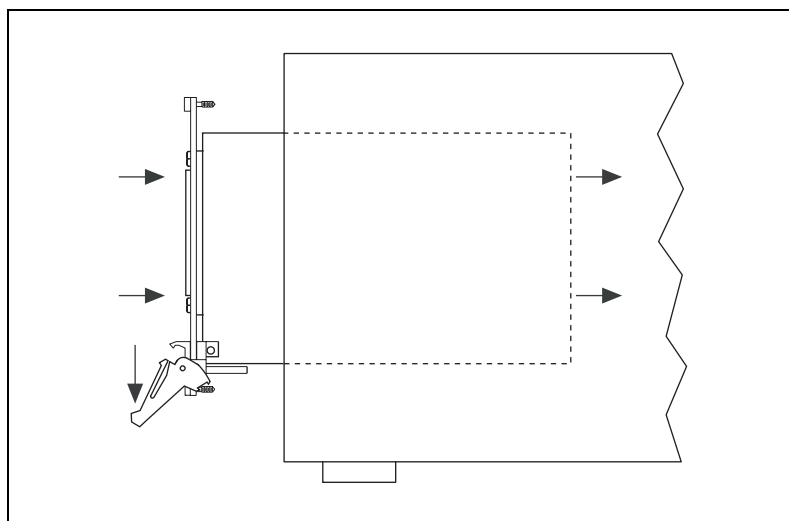
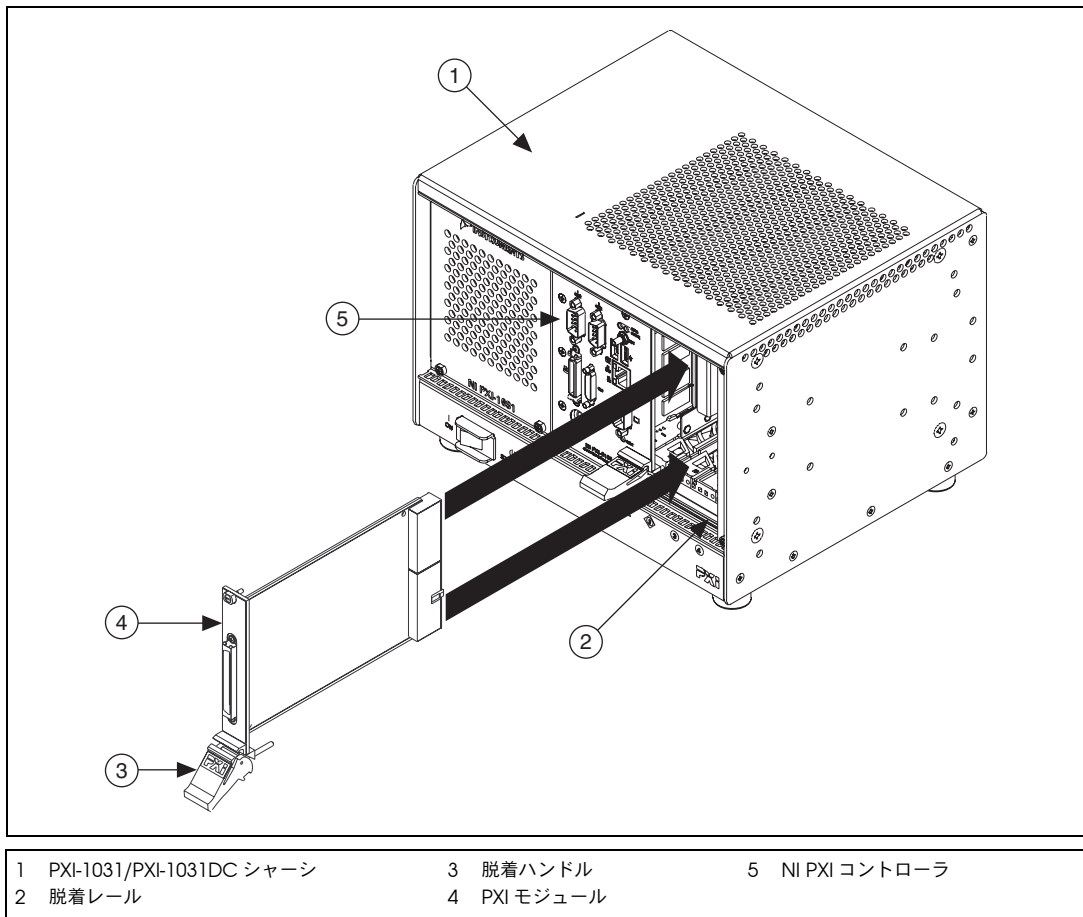

図 2-3 コントローラまたは周辺機器モジュール挿入時の脱着ハンドルの位置
図 2-5 PXI または CompactPCI モジュールを取り付ける
2. コントローラ先端をコントローラガイド（上部および下部）の前面に置いて、コントローラをシステムコントローラスロット（赤色のカードガイドで示したスロット 1）に取り付けます。コントローラをシャーシの背面に差し込みます（図 2-3 にあるように、脱着ハンドルが押し下げられていることを確認します）。
2. 図 2-5 にあるように、モジュールカードの先端をモジュールガイド (上部および下部) の前面に置いて、モジュールをシャーシのスロットに取り付けます。モジュールをシャーシの背面に差し込み、図 2-3 にあるように、脱着ハンドルが押し下げられていることを確認します。